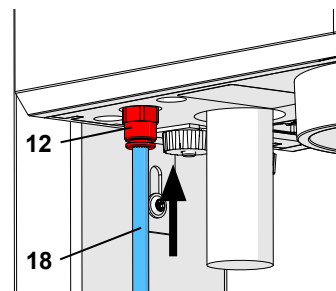

図. 5-a
! 従来の装置では、入力フィルター (13) が装置の外部に配置されています (図5-b)。この場合には、エアーホース (18) を入力フィルタ (13) に差し込みます。その際、軽く抵抗を感じます。装置を入力フィルターなしで使用してはいけません!